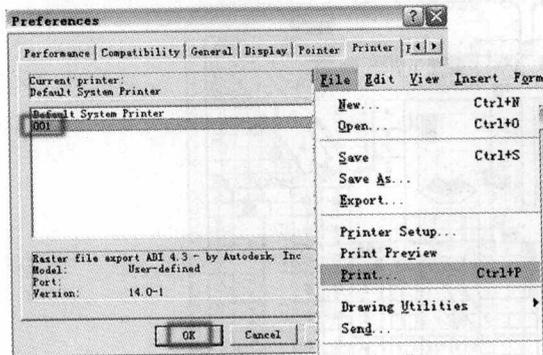
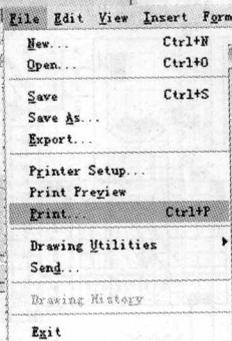

图 2-10
图 2-11
(9) 执行完上面的操作后, 返回到【属性】(Preferences)对话框中, 如图 2-10 所示, 选中“001”然后单击“OK”键, 退出该对话框。接下来如图 2-11 所示选择【文件】菜单下的【打印】(Print)项, 进行打印。